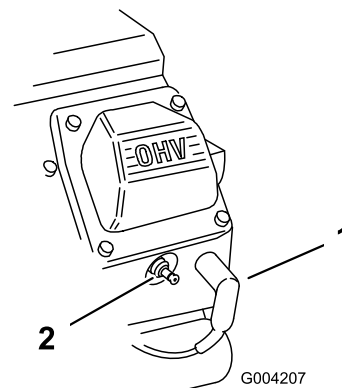

Figura 155
3. Conecte los cables de bujía en las bujías (Figura 155).